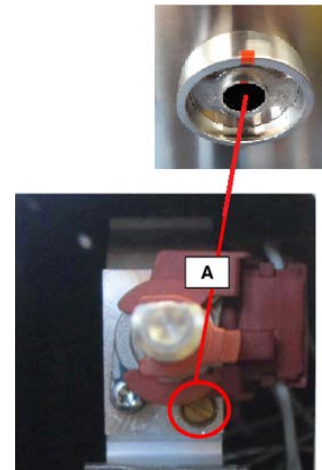

Figure 2: Tapa del quemador con llama simple
**NOTA:** Es normal que las llamas se vuelvan ligeramente amarillas al aparecer tras unos minutos de funcionamiento utilizando Gas Propano (LP). Las trazas anaranjadas en la llama se producen por la quema de desechos en suspensión en el aire; esto es normal durante el arranque inicial y debe disiparse tras unos minutos de funcionamiento.
- 4) Si el rendimiento de la llama no es aceptable sería necesario reajustar el tornillo de la válvula (fig. 2 y 3 en la página 34) para un quemador que no tiene suficiente “carry-over” de la llama.